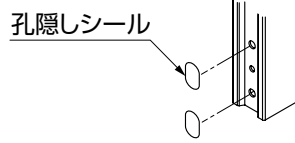

図3-2 道路側
- ③ 道路側の落とし棒取付け孔は孔隠しシールでふさいでください。(図3-2参照)